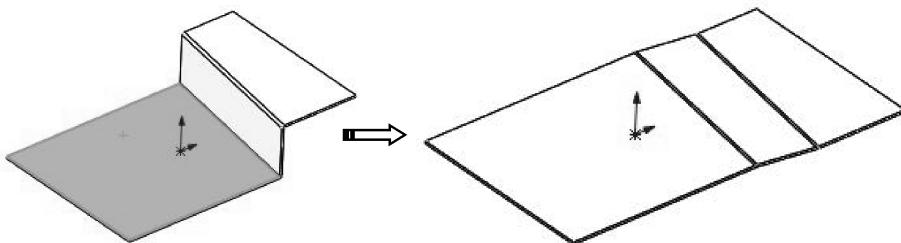

图 6-37 展开折弯
- 03 单击【确定】按钮 $\checkmark$ ，完成所选折弯的展开，如图 6-37 所示。